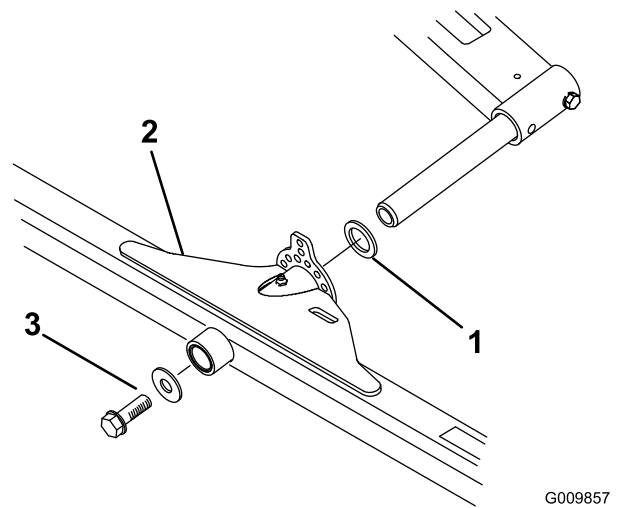

Bild 9
1. Schieben Sie eine Druckscheibe auf die Gelenkstange des Hubarms (Bild 9).
2. Schieben Sie den Trägersrahmen des Mähwerks auf die Gelenkstange und befestigen Sie ihn mit einer Flachscheibe und einer Bundkopfschraube (Bild 9).